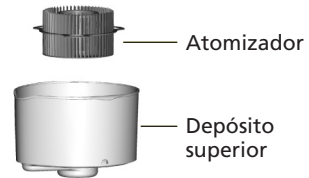

Figura 13
5. Saque el atomizador y el depósito superior. Vea la figura 13.